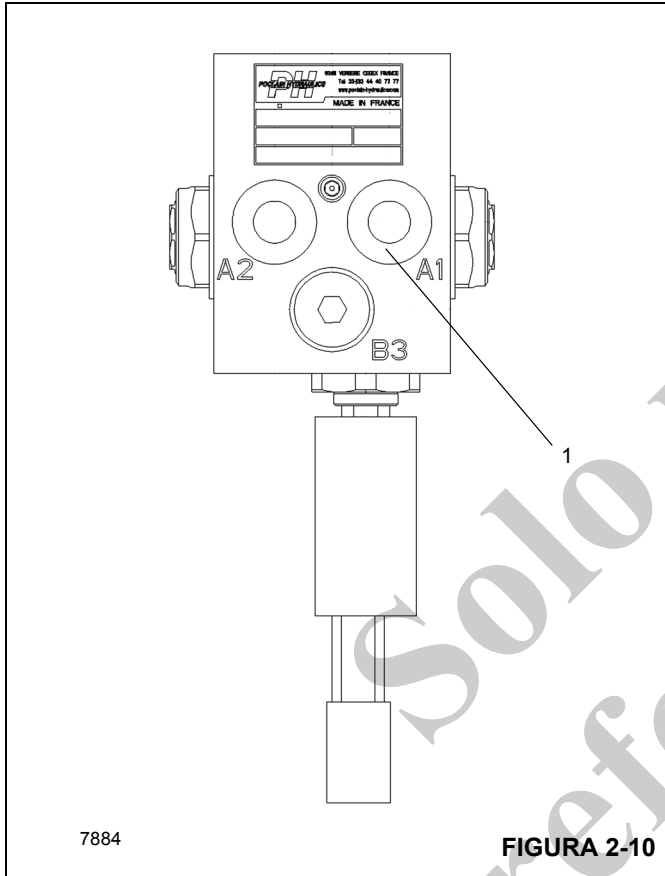

FIGURA 2-10
2. Instale un manómetro en la lumbrera de prueba de presión "A1" de la válvula de carga del acumulador doble de frenos de servicio (1, Figura 2-10).